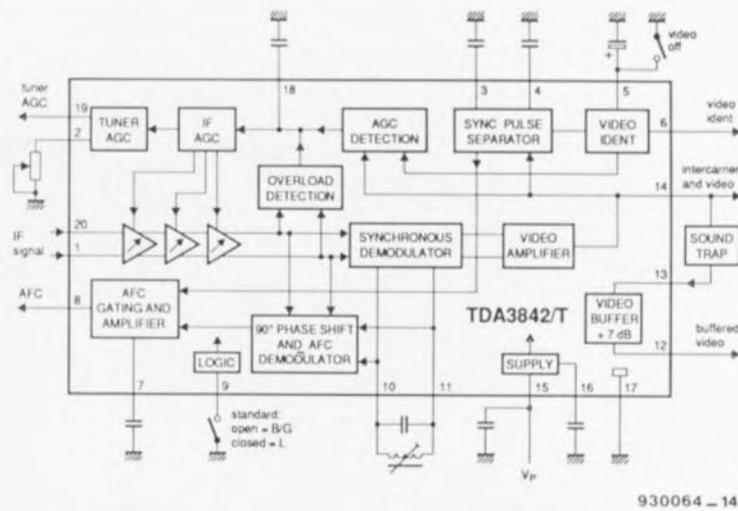

Figure 3. Synoptique de la structure interne du TDA3842 et son schéma d'application type. Ce circuit intégré se charge de la démodulation du signal vidéo.
pour y subir le traitement prévu. Nous sommes ici en présence d'un amplificateur FI vidéo multistandard à démodulateur, le tout intégré dans un seul et unique boîtier. Nous vous proposons, en **figure 3**, le synoptique de la structure interne de ce composant ainsi que son circuit d'application type. La comparaison entre ce dernier et le schéma de la figure 2 permet de constater que le schéma n'est en fait rien de plus que l'application standard de ce circuit (suggérée par Philips). L'inverseur « video off » (dans les 1h30 de la figure 3) n'est pas utilisé dans cette réalisation, l'inverseur présent à la broche 9 prenant lui la forme d'un double îlot de soudure à ponter ou non. Ce dispositif permet de choisir entre une commande de la CAG par une modulation négative (B/G) ou positive (L) du signal de synchronisation. L'option standard est une commande par modulation négative (B/G). Pour les standards différents du PAL, le système SECAM français en particulier donc, il faudra choisir l'**option L**.